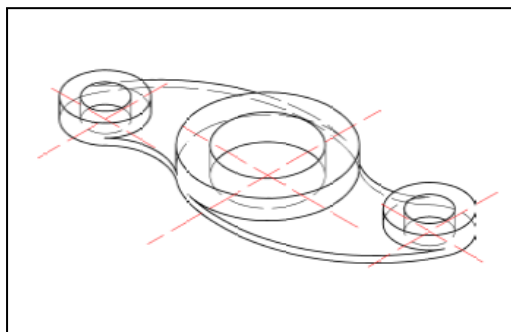

Figure 5 : Question g et h
- g. Nous allons, à présent, générer la moitié la pièce sous forme d'un volume d'extrusion suivant l'axe (Oz) positif, sur l'espace de travail « Modelisation 3D ». Les volumes principal est une union de plusieurs volumes d'extrusion simples. Nous allons créer d'autres volumes que l'on enlèvera de ce volume pour obtenir la piece Figure 5. Quelle est la forme la plus simples et les dimensions de ces volume ? Quelle est l'opération qui permet de les enlever ?